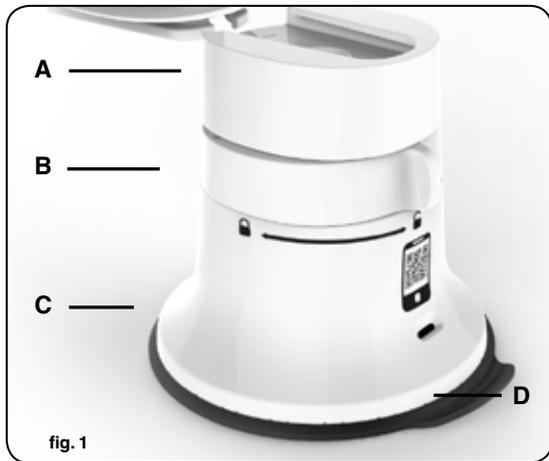

fig. 1
1. Asigurați-vă că inelul piciorului de fixare cu ventuză este în poziția „deblocat” (fig. 1).
2. Așezați piciorul de fixare cu ventuză (C) pe un blat curat și stabil. Introduceți prin glisare partea superioară în canelura piciorului cu ventuză (A) (fig. 1).
Asamblarea pentru tocat (p. 58 – fig. 1 și 2):
Instrucțiuni pentru cârnați (p. 59 – fig. 1 și 3):